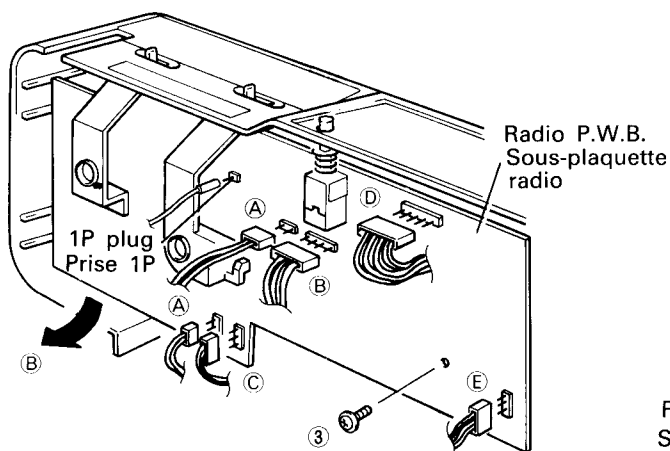

Fig. 2
### 2. Radio P.W.B. (Fig. 2)
After removing two screws ④, remove radio P.W.B. connectors ⑤ and ⑥ (Fig. 2) and two tabs. Pull the cassette chassis forward in the direction of arrow ⑦.
Remove three screws ⑩ and remove radio P.W.B. connectors ④ and ⑤ (Fig. 2) in the direction of arrow ⑥. (The TRK-640 does not use a PRESET/TIMER P.W.B..)
### 2. Sous-plaquette radio (Fig. 2)
Après avoir enlevé deux vis ④, enlever les connecteurs (B) et (E) (Fig. 2) de la plaquette principale et deux onglets. Dégager le châssis cassette vers l'avant dans la direction de la flèche (C).
Enlever trois vis ⑩ et enlever les connecteurs (C) et (D) (Fig. 2) de la sous-plaquette radio dans la direction de la flèche (E).